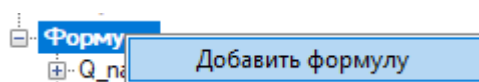

Рисунок 111. Добавление формулы
2. Добавляем ссылки, которые будут вычислять значения с нашей БД, учитывая, что вывод основной таблицы, сформированной в веб-интерфейсе, будет стандартной ссылкой \$DataTable\$. Также стандартными ссылками можно задать дату начала и конца и интервала вывода данных (\$DateStart\$, \$DateEnd\$). Даты интервала в заголовке также можно задать стандартной ссылкой – \$Interval\$ (рисунок 111).